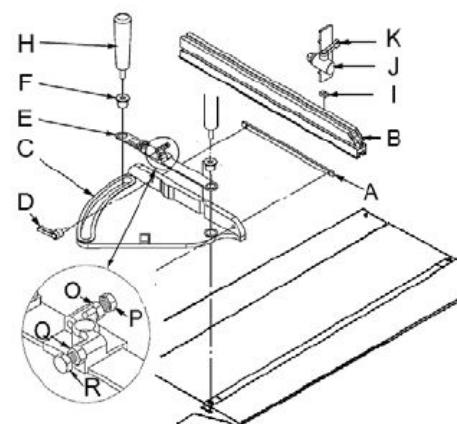

Рис. 9
Надвиньте профиль упора (B, Рис. 9) на рей- ку (A) и закрепите их вместе на торцовом упоре (C) с помощью двух рукояток (D).